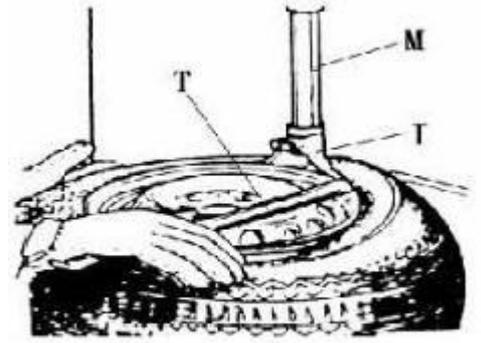

Fig 6
Abaissez le bras vertical (M) jusqu'à ce que la tête de montage/démontage (I) repose à côté du bord de la jante, basculez la poignée de verrouillage (K) pour verrouiller le bras vertical (M) et le bras horizontal en position, et contrôlez la distance entre la tête de montage/démontage et le bord de la jante d'environ 2-3 mm. Insérez le levier de levage (T) entre le talon du pneu et la section avant de la tête de montage/démontage (I), et déplacez le pneu au-dessus de la tête de montage/démontage comme indiqué sur la Fig 6.